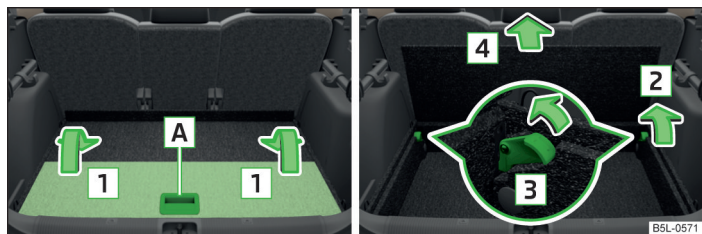

Fig. 87 Plierea/Extragerea suprafeței de încărcare variabile
- Prindeți podeaua variabilă de mânerul **A** și pliați-o în sensul săgeții **1** » fig. 87.